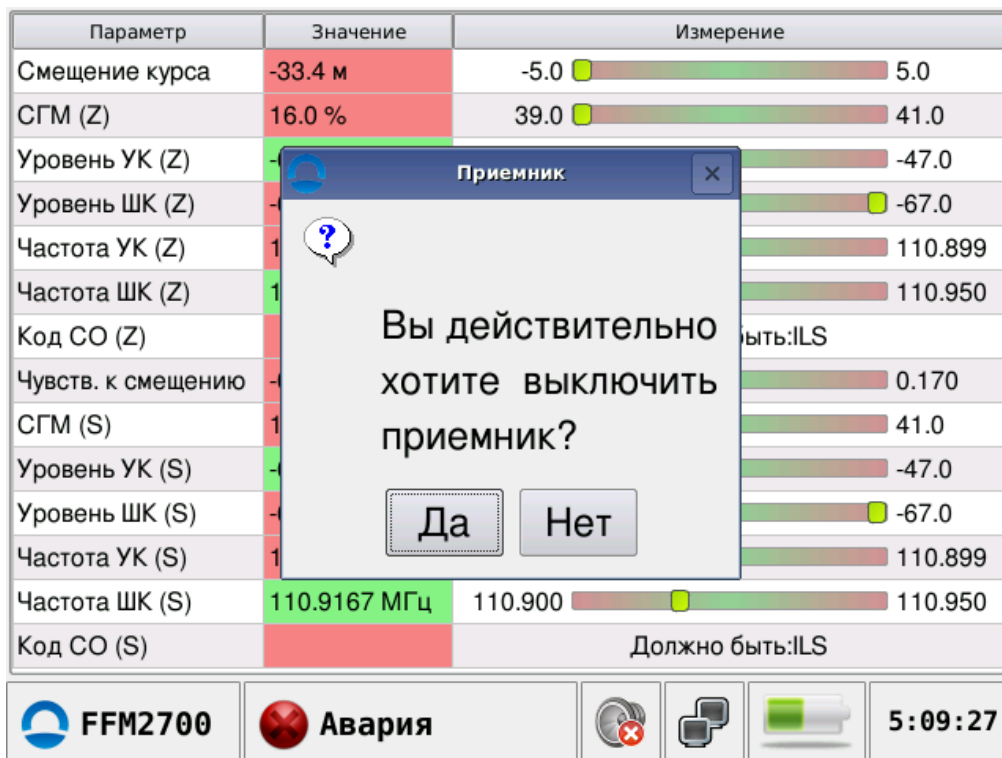

Рисунок 2.7 – Завершение работы прибора
2.5.1 Вызвать главное меню (рисунок 2.7), далее выбрать пункт «Питание» -> «Выключить прибор». В окне отключения можно согласиться либо отменить действие. Следующее включение